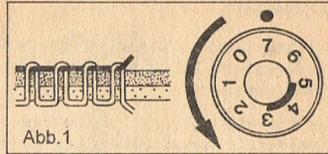

Abb. 1
Zum Auslösen des Handrades drücken Sie mit dem Zeigefinger auf das Spulensymbol der Handradscheibe (siehe Abb. 1). Dadurch wird das Nähwerk der Maschine abgeschaltet.
Faden etwa 10 cm von der Spule abwickeln. Spulenkapsel in die linke Hand nehmen und die Spule in die Kapsel einlegen (siehe Abb. 1).
Oberfadenspannung ist zu stark. Bedienungsknopf etwas nach links drehen (siehe Abb. 1)
1. Presserdruck-Auslösung nach unten drücken, wodurch der Presserdruck-Einstellstift nach oben springt (Abb. 1).